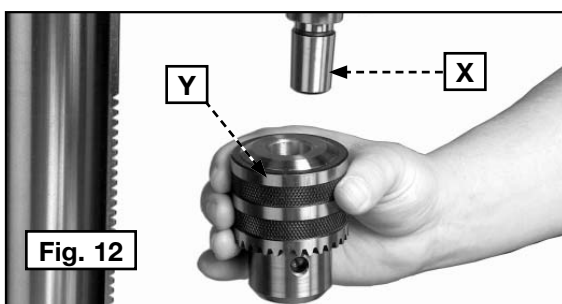

Fig. 12
IMPORTANTE: Verifique que el cono del husillo (X) Fig. 12, y el orificio cónico del portabrocas (Y) estén limpios y libres de cualquier grasa, esmalte o revestimientos anti-óxido.